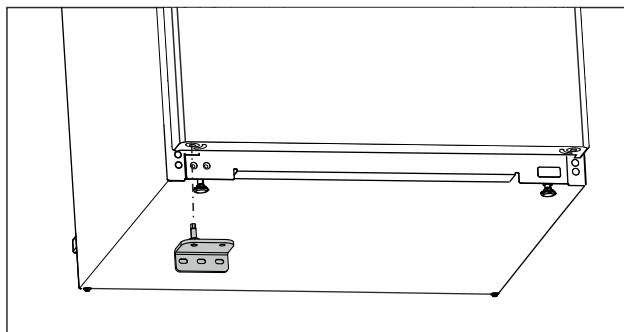

Fig. 20
- Spodnji ležajni podstavek vstavite na nasprotni strani. (glejte Fig. 20)